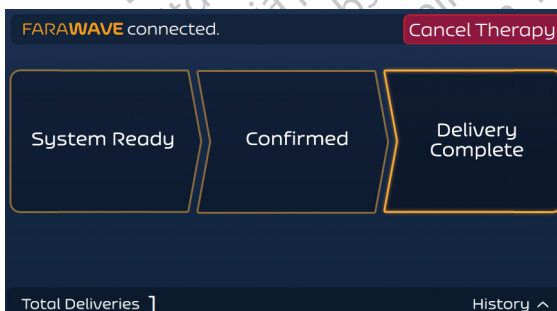

Bild 12. Behandlingsskärmen - Asynkront läge - Läget Tillförelse slutförd
7. När tillförelsen har slutförts så kommer FARASTAR PFA-generatorns räknare Total Deliveries (Totalt antal tillförelseprocedurer) att uppdateras och händelsen registreras på skärmen History (Historik). Se bild 12.